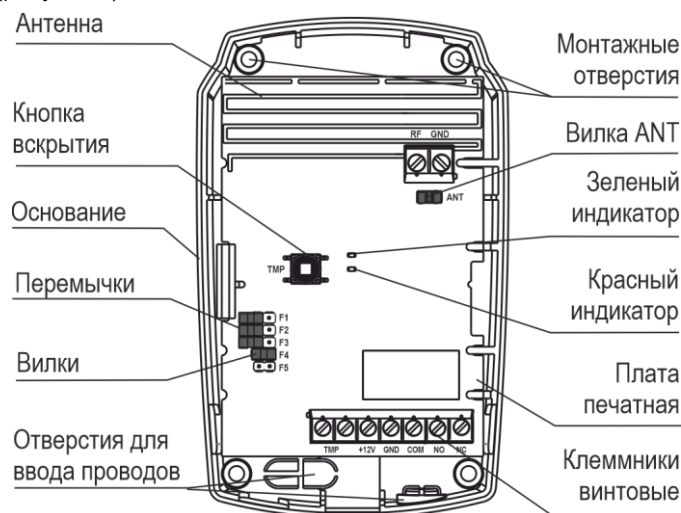

Рисунок 2
**4.1** Конструктивно РПУ выполнено в виде блока, состоящего из основания и съемной крышки. Внутри блока смонтирована печатная плата с радиоэлементами и встроенной антенной (рисунок 2).